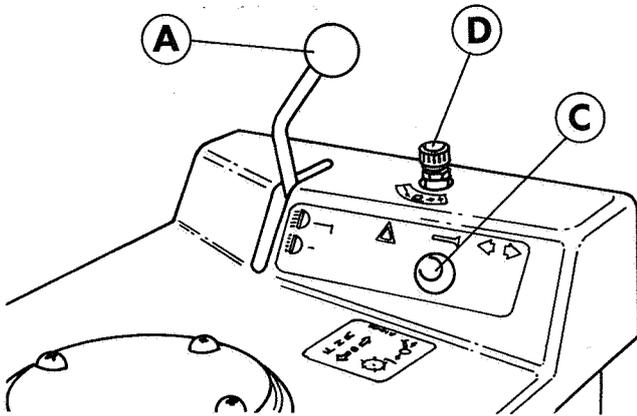

Fig.53
5. Set the hydraulic drive lever (A Fig.53) into the rear position for reverse drive and the cutting cylinders will run in reverse.
5. Rückwärtsgang einlegen (A Abb.53). Die Schneidzylinder drehen sich zurück.
5. Mettez le levier de commande (A Fig.53) en position arrière pour obtenir l'entraînement arrière et les cylindres de coupe tourneront en arrière.
5. Plaats de hydraulische aandrijvingshendel (A Afb.53) in de achterwaartse stand voor achterwaartse beweging, zodat de maacilinders achteruit draaien.